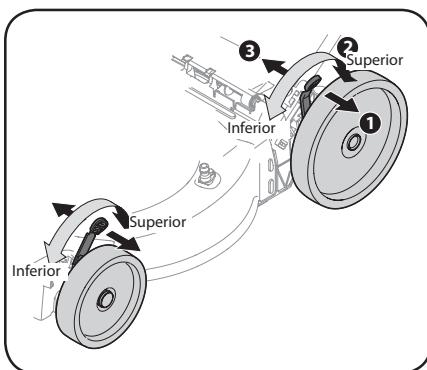

Figura 2-12
- Tire de la palanca de ajuste de altura hacia la rueda (la unidad tenderá a caer cuando la palanca se mueve hacia afuera). Vea la Figura 2-12.